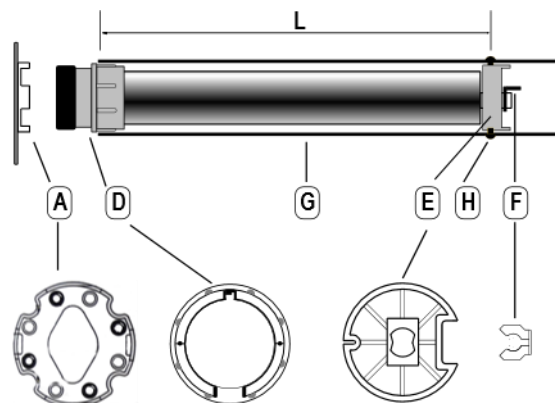

Abbildung 2
1. Die Verwendung eines speziellen Mitnehmers, der mit dem Motor geliefert wird (Abbildung 2 - E)